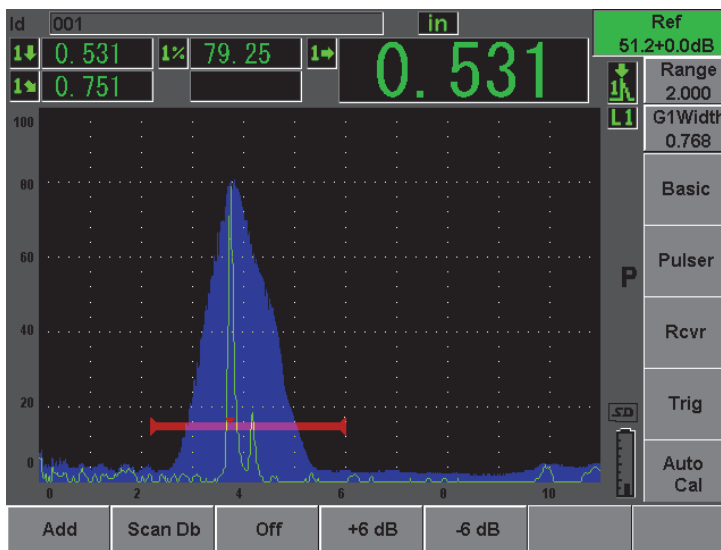

Рис. 10-25 Настройка опорного усиления
5. Используйте параметры **Add** (Добавить), **Scan Db** (Скан дБ), **+6 dB**, **-6 dB** и **Off** (Выкл.) для настройки усиления сканирования после того, как опорное усиление (**Ref**) станет активным (см. Рис. 10-25 на стр. 192). Дополнительную информацию по этим параметрам см. в разделе 6.3 на стр. 119.